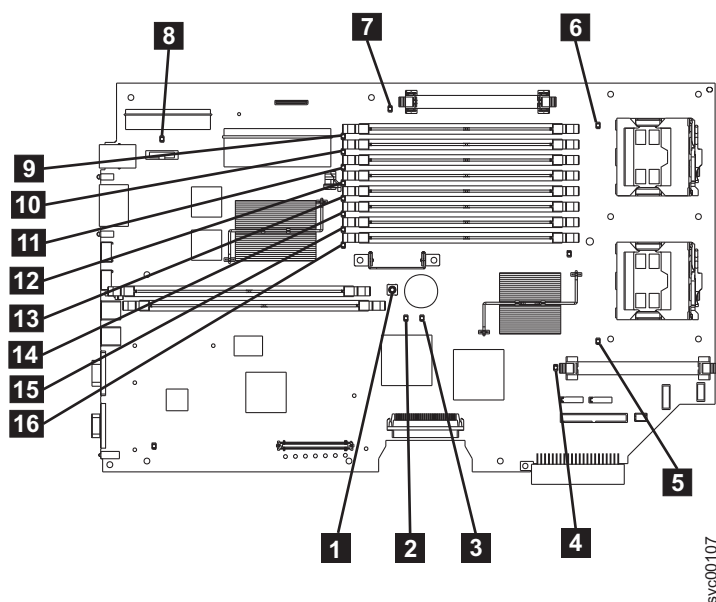

図 93. SAN ボリューム・コントローラー 2145-8F2 および SAN ボリューム・コントローラー 2145-8F4 システム・ボード LED
はい 293 ページの表 47 を参照にして、特定のライト・パス診断 LED 用に指定されたアクションを実行して、ステップ 3 (294 ページ) に進みます。アクションによっては、システム・ボード上またはファン・バックプレーン上の LED 状態を監視している必要があります。システム・ボード LED の位置は、292 ページの図 93 に示されます。ファン LED はそれぞれのファンに隣接して配置されています。必要な LED を表示するには以下を行います。
- ライト・パス診断ボタン **1** を押します。292 ページの図 93 を参照してください。